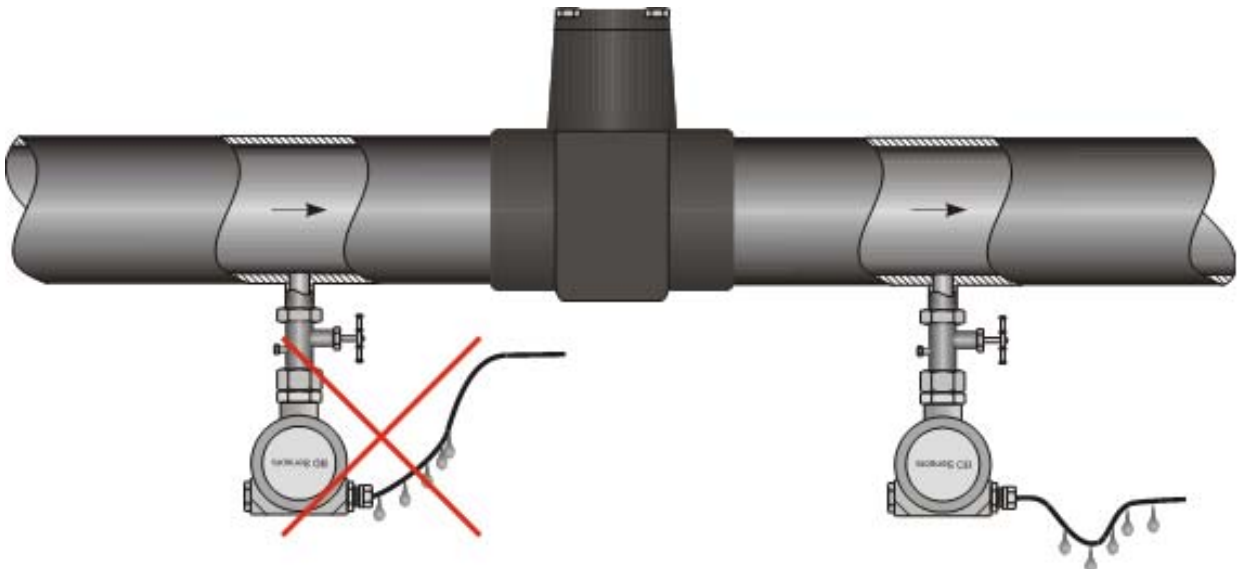

Рисунок 4. Неправильная (слева) и правильная (справа) прокладка кабеля датчика.
2.4.5. Отборные устройства для установки датчиков желательно монтировать на прямолинейных участках, на максимально возможном удалении от насосов, запорных устройств, колен, компенсаторов и других гидравлических устройств. Особенно не рекомендуется устанавливать датчик перед запорным устройством в трубопроводах, если измеряемая среда – жидкость (см рис. 4). При наличии в системе гидроударов, рекомендуется применять датчик в комплекте с демпфером гидроударов.